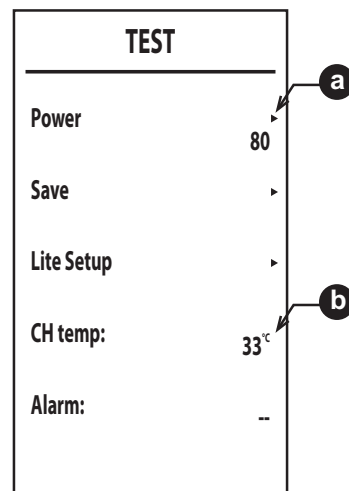

fig. 31
4. Appuyez sur les boutons de chauffage pour faire défiler les 3 premiers éléments (Power, Save, Lite Setup - fig. 31) appuyez sur le bouton pour confirmer votre choix.